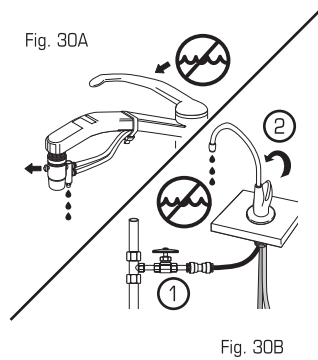

Fig. 30B
b) Si está usando un Grifo auxiliar **eSpring**, **apague** el suministro de agua fría con la válvula de cierre ①. Abra el Grifo para drenar el agua y **deje abierto** ②. Coloque toallas alrededor de la Base del Sistema de tratamiento de agua con carbón (Fig. 30B).